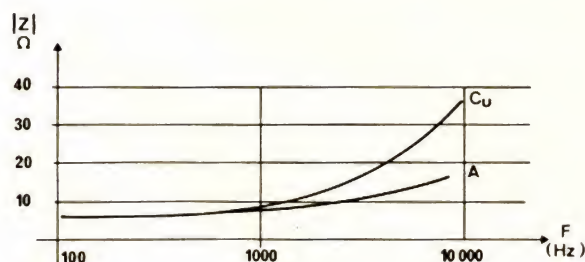

Fig. 19. – Variation d'impédance d'une bobine d'aluminium et d'une bobine de cuivre pour un haut-parleur de 21 cm ($Z_{nom} = 8 \Omega$)
- le choix du matériau constituant l'enroulement. L'adoption de l'aluminium au lieu du cuivre a l'effet indiqué par la figure 19, mais rend plus délicate l'opération de soudage des connexions externes. La section utile est augmentée en remplaçant l'émail classique par des vernis minces (moins de 30 microns d'épaisseur) autorisés par les faibles tensions appliquées,